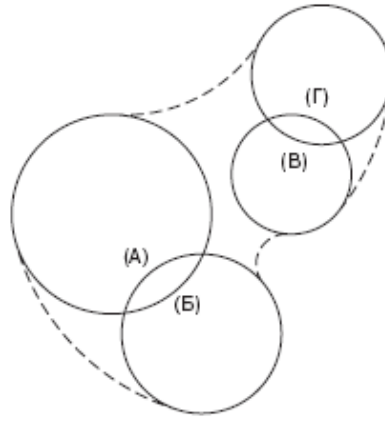

Рис. 4.10. Видалення фрагментів кіл
Запустіть команду **«Обрізати»**, виділіть у якості підрізаююих крайок фрагменти дуг, показані на рис. 4.10 штриховими лініями, і видаліть зайві фрагменти кіл.
**(Виділіть чотири дуги, показані на рис. 4.10 штриховими лініями)**